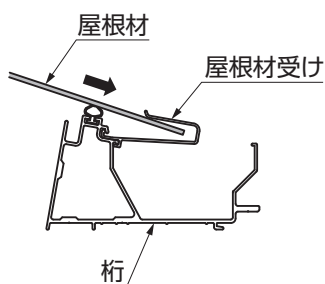

図11-3 B部詳細図
- ③屋根材を屋根材受けに、差込んでください。(図11-3参照)